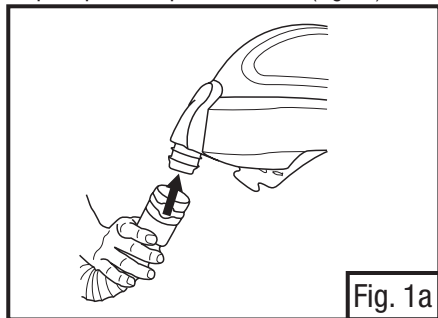

Fig. 1a
- Proceda à conexão da traquéia empurrando a extremidade do QRS (Quick Release Swivel) (sistema de engate rápido de liberação ou Pivô de Soltura Rápida) da traquéia (i.e. a extremidade com o clipe azul de apertar) para a entrada de ar no equipamento para a cabeça (Fig. 1a). O engate da traquéia deve fazer um clique audível ao ser preso. Certifique-se de que a traquéia se encontra presa ao equipamento para a cabeça, puxando a conexão. Se não estiver conectado firmemente, retire e reconecte.